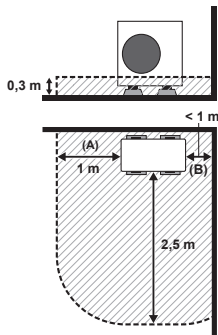

Fig. 3-4
(3) Lors de l'installation dans un lieu où il n'y a rien sur 2 côtés de l'appareil (lorsque la distance entre un côté de l'appareil et le mur est inférieure à 1 m, dans l'angle d'un mur, par exemple) (Fig. 3-4)
Lorsque la distance entre un côté de l'appareil et le mur est inférieure à 1 m, les conditions de la Fig. 3-4 s'appliquent.